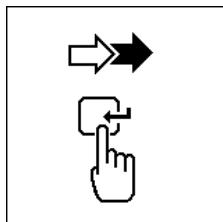

Fig.68
- Dès que la pince NOIRE du testeur est fixée au corps du moteur, l'écran affichera (Fig.68) appuyer sur la touche pour continuer.